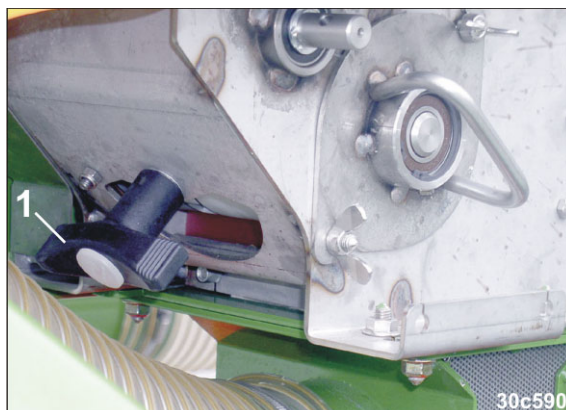

Fig. 265
- 2.1 Tourner la poignée (Fig. 265/1).
7. Fermez la ou les trappes de vidange de quantité résiduelle (Fig. 265/1).